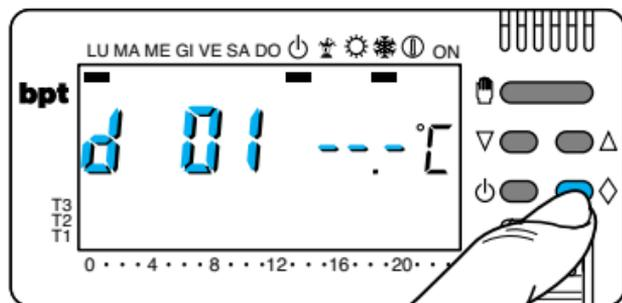

Fig. 67
13.7 - Premere due volte il pulsante  (fig. 67).